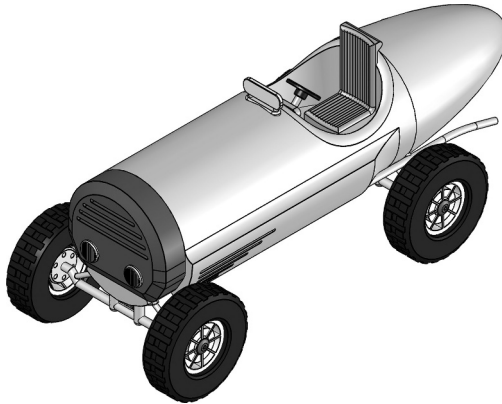

Abbildung 1.1: Musterprodukt
Bevor Sie sich im Detail mit technischen Zeichnungen beschäftigen können, müssen Sie ein paar Begrifflichkeiten verinnerlichen. Extra dafür habe ich für Sie ein schönes Produkt zusammengestellt, das in Abbildung 1.1 dargestellt ist.
- ✓ **Eine Baugruppe** besteht aus zwei oder mehr Einzelteilen. Eine Baugruppe kann selbst auch wieder eine Baugruppe enthalten, die dann als Unter-Baugruppe bezeichnet wird. In Abbildung 1.1 wurden zum Beispiel die Einzelteile Reifen und Felge zu einer Baugruppe zusammengefasst.